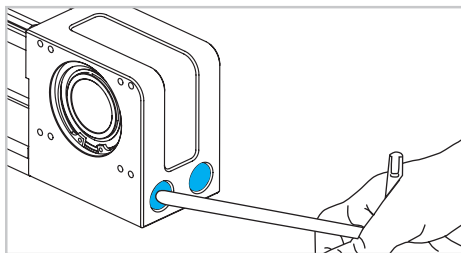

Abb. 7
- Für Baugröße 80 und 100: Lösen und entfernen Sie die Schrauben an der Stirnseite der Antriebsköpfe (Abb. 7).